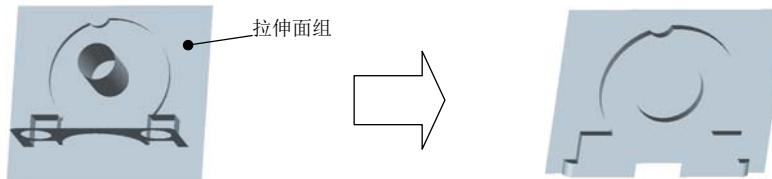

图 14.29 合并面组
Step6. 将复制面组与拉伸面组进行合并，如图 14.29 所示。